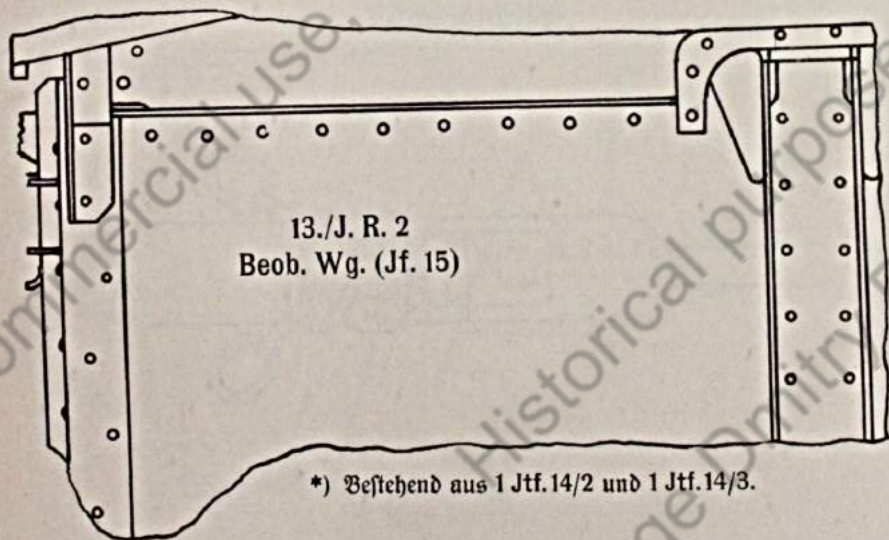

Bild 13
7. Das Bezeichnen der einzelnen Teile der Geb. K. 15 und Geb. K. 14 Kp. ist aus den Bildern 13 bis 27 zu ersehen. Das Bodenstück sowie die Räder der Geb. K. 15 und Geb. K. 14 Kp. erhalten statt der aufgemalten Bezeichnung in weißer Deckfarbe eine Stempelung, die mit weißer Deckfarbe ausgefüllt wird — siehe Bild 13, 17, 20 und 24 —.